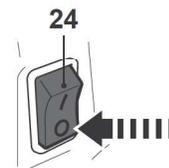

Fig. 28
- > Suelte el gatillo del acelerador (27) y deje el producto en reposo durante un tiempo.
- > Coloque el interruptor de arranque (24) en la posición "O" (posición de desconexión) (Fig. 28).